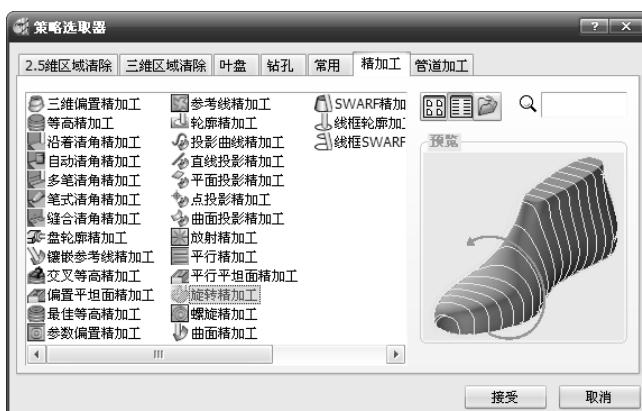

图 4-26 “策略选取器”对话框的“精加工”选项卡
1) 单击主工具栏上的“刀具路径策略”按钮 $\text{S}$ ，弹出“策略选取器”对话框。单击“精加工”选项卡，选择“旋转精加工”加工策略，如图 4-26 所示。单击“接受”按钮。